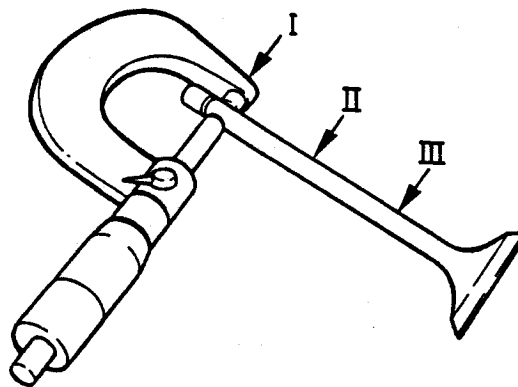

Fig. 18 Contrôle de l'usure de la queue de soupape
3. Vérifier l'usure des queues de soupape. Mesurer le diamètre avec un micromètre aux points I, II et III comme le montre la figure 18.